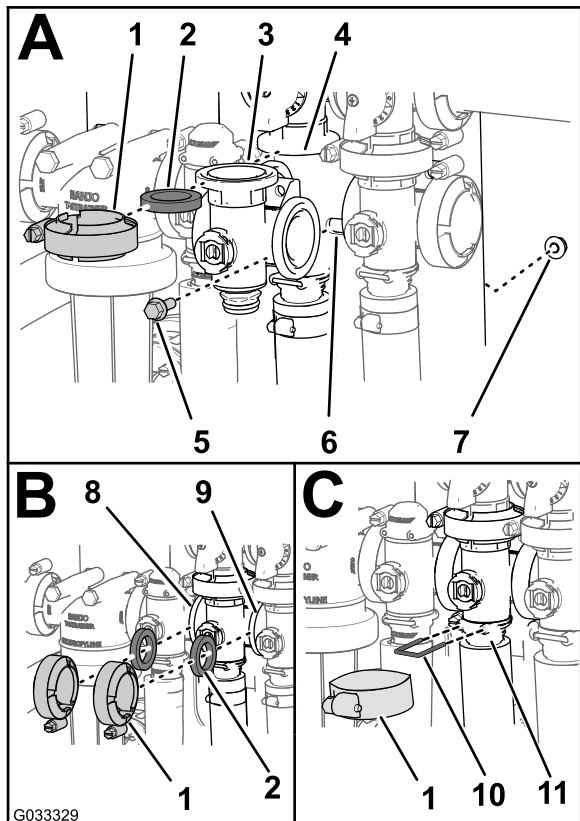

图76
1. 将搅拌阀歧管凸缘、1 个垫片与搅拌旁通阀凸缘对齐（图76 中的 A）。
2. 以手动夹紧夹具的方式，组装搅拌旁通阀、垫片和搅拌阀歧管（图76 中的 A）。
3. 在喷洒率控制阀凸缘与搅拌阀歧管之间放一个垫片（图76 中的 B）。
4. 以手动夹紧夹具的方式，组装垫片和搅拌阀歧管（图76 中的 B）。
5. 在搅拌阀歧管凸缘与主喷洒臂阀之间放一个垫片（图76 中的 B）。
6. 以手动夹紧夹具的方式，组装搅拌阀歧管、垫片和主喷洒臂阀（图76 中的 B）。
7. 以手动夹紧夹具的方式，组装搅拌阀歧管和插槽（图76 中的 C）。
8. 将卡环插入出口接头的插槽，从而将端盖接头固定至出口接头（图76 中的 C）。